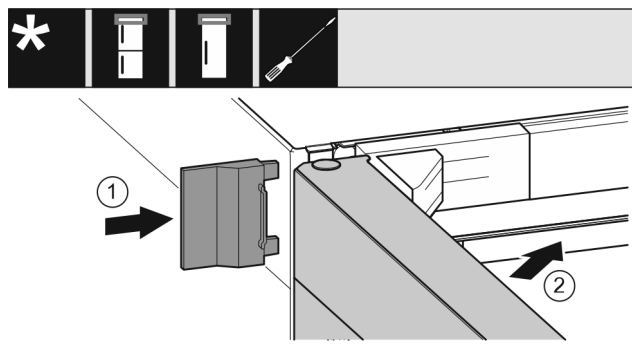

Fig. 25
- ▶ Navlecite zunanji pokrov Fig. 25 (1).
- ▶ Zaprite zgornja vrata Fig. 25 (2).